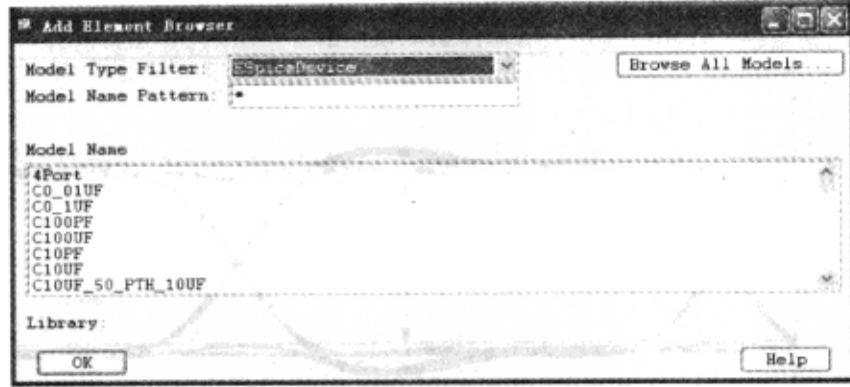
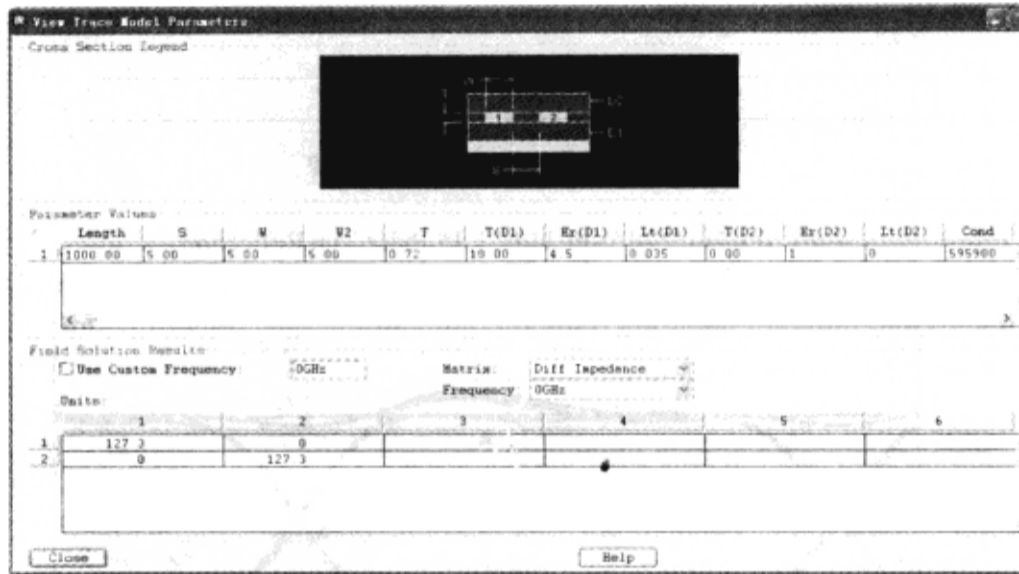

图 6-4-23 “Add Element Brower” 对话框
图 6-4-24 “View Trace Model Parameters” 窗口
(1) 从“SigXplorer PCB SI GXL”窗口执行菜单命令“Edit”→“Add Element...”，弹出“Add Element Browser”对话框，如图 6-4-23 所示。
(2) 在“Add Element Browser”对话框的“Model Type Filter”栏选择“Interconnect”→从“Add Element Browser”列出的互连模型中选择“Microstrip\_2”→在工作空间任意地方双击摆放“Microstrip\_2”。
(3) 单击“OK”按钮，关闭“Add Element Browser”对话框。
(4) 单击 Trace 模型 MS1 的长度参数值 1000mil，TL\_MS1 长度参数显示在“Parameters”表格栏→在“length”表格单击鼠标右键→选择“View Trace Parameters”，弹出“View Trace Model Parameters”窗口，如图 6-4-24 所示。